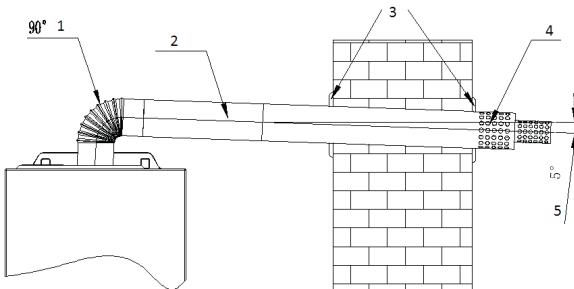

Рис. 12
В зависимости от фактического места установки котла клиент может столкнуться с ситуацией, когда длины трубы дымоотвода будет недостаточно для монтажа, тогда клиент может, основываясь на фактической потребности, заказать удлиненную трубу дымоотвода и патрубки: смотри рис. 12.
**ВНИМАНИЕ:** Общая составная длина (с учетом возможных поворотов на 90° и 45°) труб дымохода и воздуховода (считая сразу же от отвода 90° после выхода из котла) не должна превышать максимальных расстояний, указанных на рис. 12а, при этом каждый дополнительный отвод 90° равнозначен увеличению длины трубы дымохода или воздуховода на 0,5 м, а каждый дополнительный отвод 45° равнозначен увеличению длины трубы дымохода или воздуховода на 0,5 м.